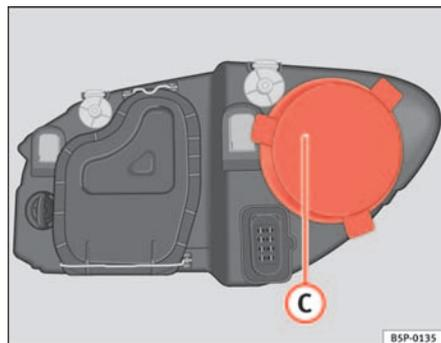

Fig. 183 Luz de carretera
- Retire la tapa ⇒ fig. 183 C tirando de la misma.